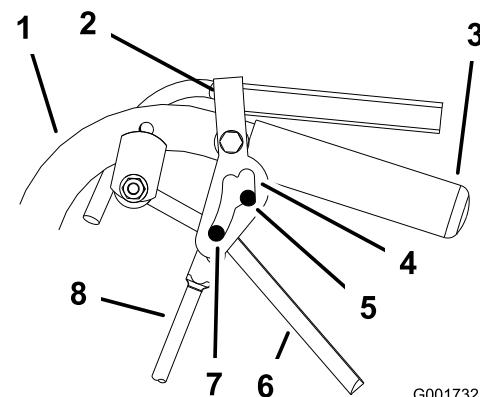

Bild 37
5. Lösen und aktivieren Sie die Neutralarretierung und stellen Sie sicher, dass sich der Reifen nicht dreht (Bild 37).